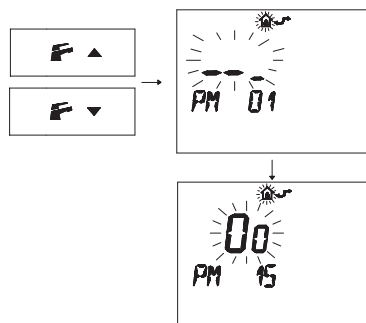

Рисунок 5.55
- Нажмите кнопки **←** или **→**, чтобы вывести на дисплей параметр **"PM15"** для включения внешнего датчика (Рисунок 5.55)